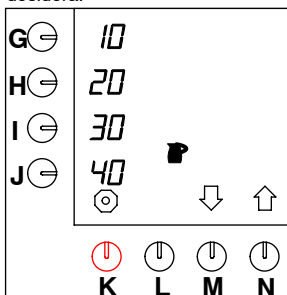

Fig. 37 Regolazione dei tasti di selezione preprogrammati per i bricchi
- Premere il tasto di selezione (N.)↑ fino a che sullo schermo viene visualizzato quanto illustrato nella fig. 37.